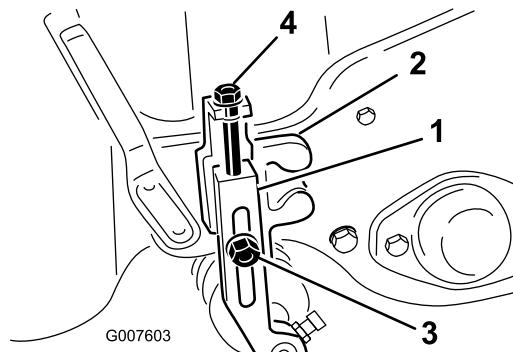

Figura 41
2. Desaperte as porcas de aperto que prendem os braços da altura de corte para a altura de corte (Figura 41).